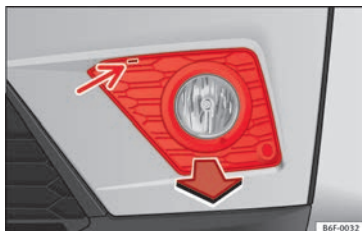

Fig. 114 Faro fendinebbia: estrarre la griglia
1. Servendosi di un cacciavite, fare leva sulla tacca »» **fig. 114** (freccia). In seguito staccare le clip situate nel perimetro della griglia, tirando quest'ultima.